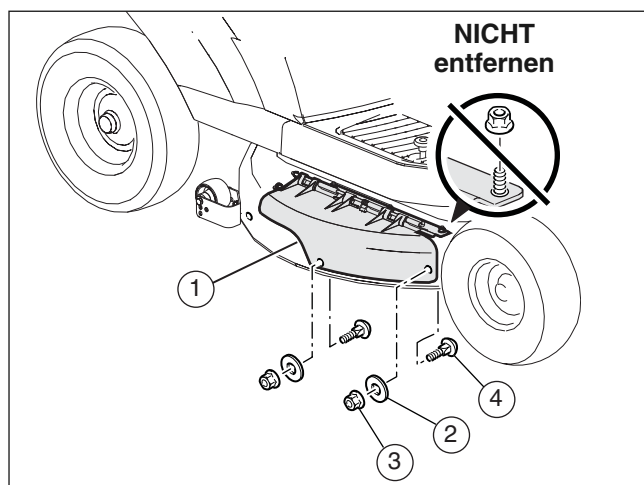

Abbildung 11
2. Die Mulcher-Abdeckung (1) mit den Schrauben (4), Unterlegscheiben (2) und Flanschmutter (3) am Mähwerk befestigen (siehe **Abbildung 11**).